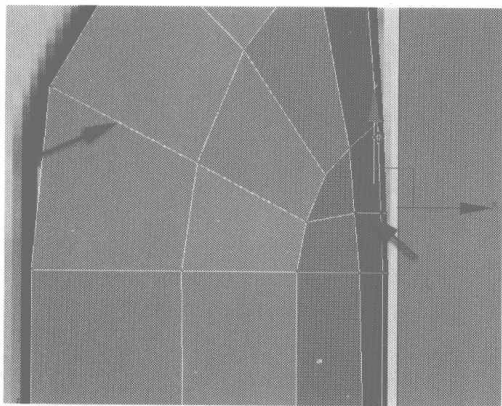
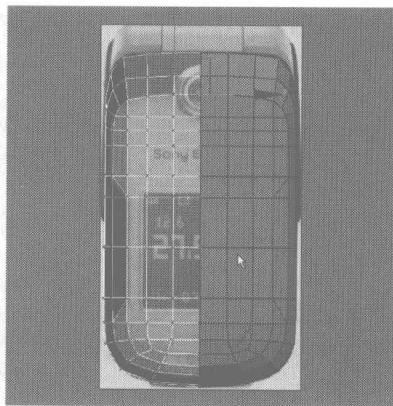

图 4.47
图 4.48
- 09** 利用 Connect 命令添加、调整如图 4.47 所示的细分线，然后再结合各视图适当地添加一些细分线并细致地调整各个节点，直到满意为止，效果如图 4.48 所示，这里不再赘述（详细操作可参看配套光盘）。